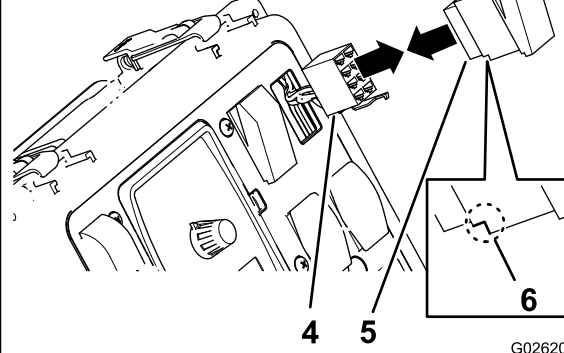

Figura 6
2. Tirate delicatamente i 2 connettori elettrici attraverso le aperture del quadro (Figura 6).
3. Allineate gli interruttori sui connettori con la tacca nel corpo dell'interruttore verso il basso (Figura 6).
4. Collegate gli interruttori ai connettori elettrici (Figura 6).
5. Inserite gli interruttori nell'apertura del quadro nel quadro di comando dell'irroratrice (Figura 6).